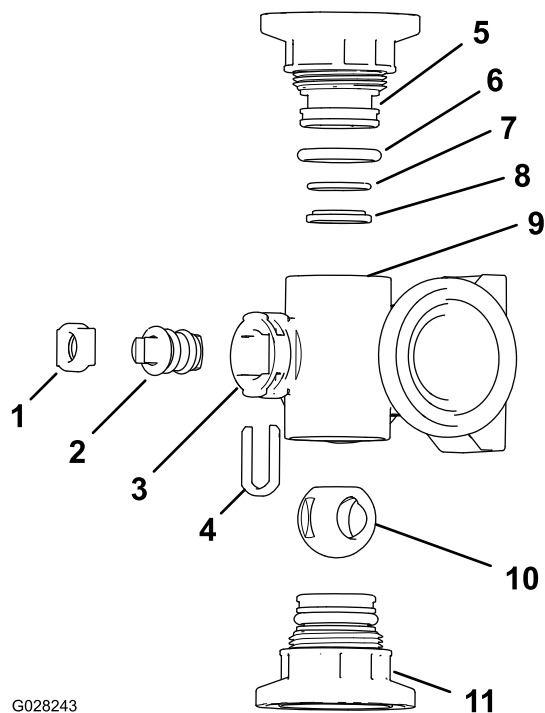
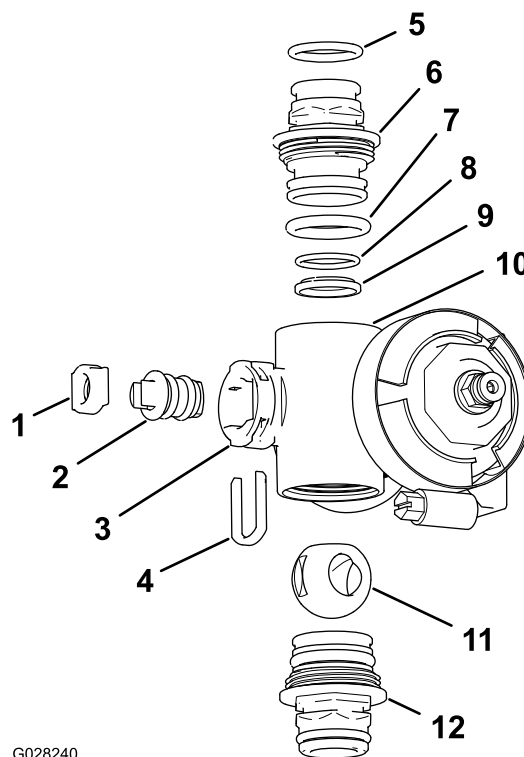

Figura 77
Figura 78
2. Remova os 2 conjuntos de encaixe de tampa de extremidade de cada extremidade do corpo do coletor (Figura 77 e Figura 78).
4. Remova o retentor da haste das fendas no porto da haste no coletor (Figura 77 e Figura 78).
5. Remova o retentor da haste e o assento da haste da válvula do coletor (Figura 77 e Figura 78).
6. Alcance o corpo do coletor e remova o conjunto da haste da válvula (Figura 77 e Figura 78).
1. Verifique a condição dos anéis "O-ring" do encaixe de saída (somente coletor da válvula de seção), os anéis "O-ring" da tampa terminal, os anéis "O-ring" do assento traseiro e o assento da esfera quanto a danos ou desgaste (Figura 77 e Figura 78).
2. Aplique graxa de silicone na haste da válvula e insira-a no assento da haste da válvula (Figura 77 e Figura 78).
3. Instale a haste e o assento da válvula no coletor e prenda a haste e o assento com o retentor da haste (Figura 77 e Figura 78).
4. Certifique-se de que o anel "O-ring" do assento traseiro e o assento da esfera estejam alinhados e assentados no encaixe da tampa terminal (Figura 77 e Figura 78)
5. Instale o conjunto do encaixe da tampa terminal no corpo do coletor até que o flange do encaixe da tampa terminal toque no corpo do coletor (Figura 77 e Figura 78), em seguida, gire o encaixe da tampa terminal por mais 1/8 a 1/4 de volta.